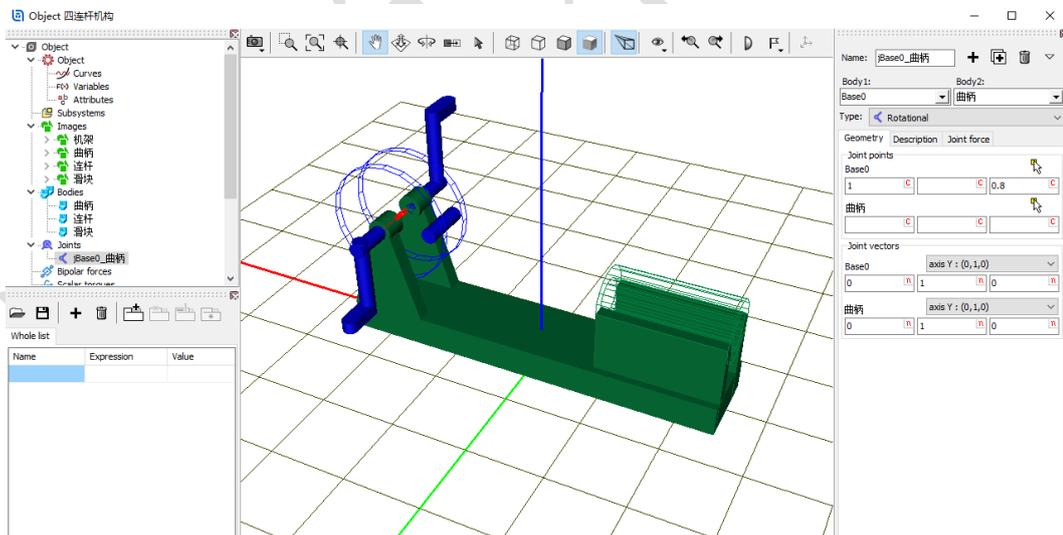

图 2-53
- 9) 创建第一个铰，**Body1** 选择 **Base0**，**Body2** 选择 **曲柄**，**Type** 选择 **Rotational**，**Joint points** 分别为 (1, 0, 0.8) 和 (0, 0, 0)，**Joint vector** 都选择 **Y** 轴，如图 2-53。表示将曲柄的原点与总体坐标系的点 (1, 0, 0.8) 重合，曲柄绕通过该点与总体坐标系 Y 轴平行的 Y' 轴可以转动，并且曲柄的 Y 轴与之平行 (重合)。